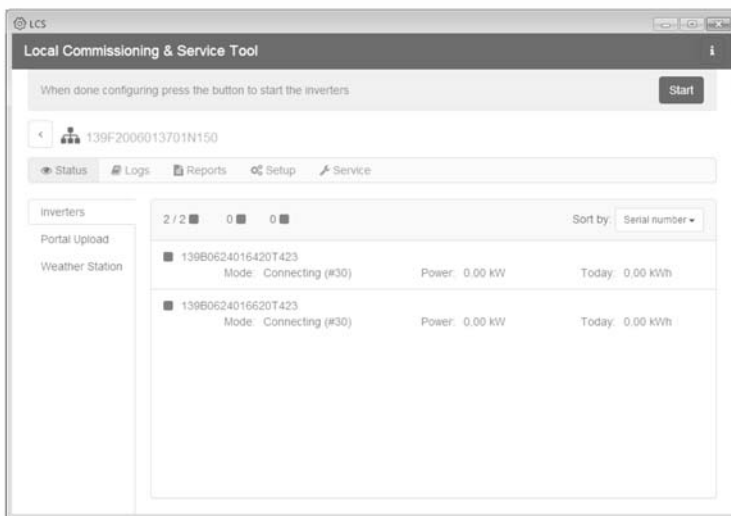

Figura 5.8 LCS-Tool – Elenco degli inverter collegati a Inverter Manager
11. Un quadrato verde identifica gli inverter messi in funzione. Tuttavia, gli inverter non si collegano a una rete prima che sia inviato il comando **[Start]** dalla barra sotto il menu superiore. V. figura 5.8.